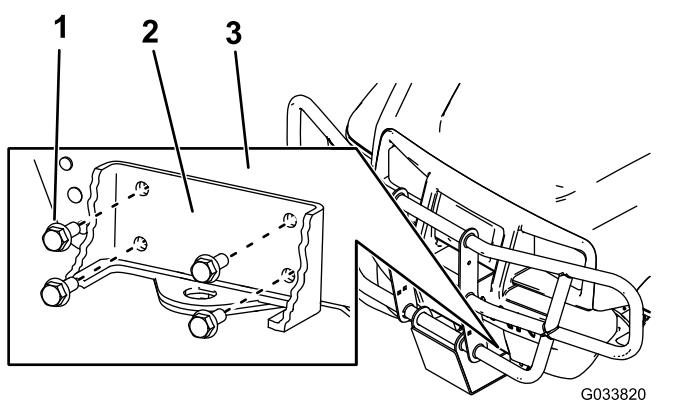
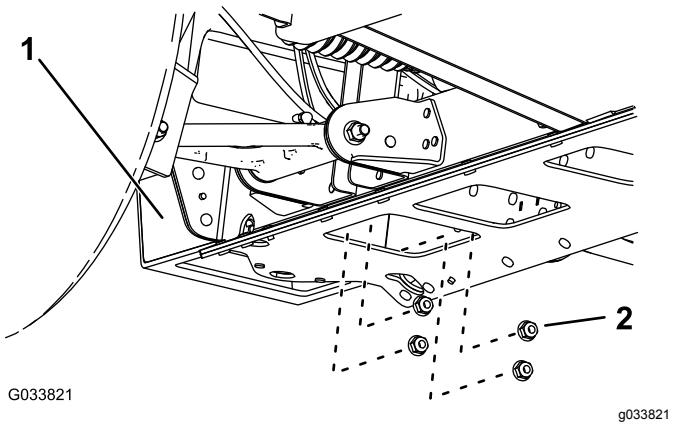

Рисунок 4
Рисунок 5
6. Прикрепите ограждение щетки к монтажному кронштейну бампера при помощи 4 болтов (5/16 x ¾") и 4 гаек (5/16"), как показано на Рисунок 4 и Рисунок 5.